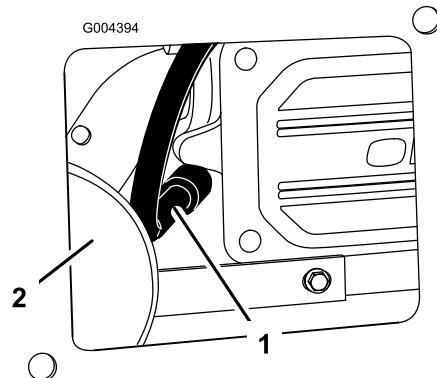

Figura 37
- Retire el cable de bujía (Figura 37). Limpie alrededor de la bujía para evitar que entre suciedad en el motor y pueda causar daños.
3. Conecte el cable a la bujía (Figura 37).